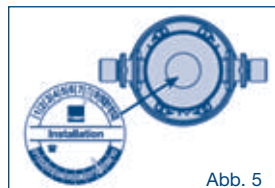

Abb. 5
6. Auf der beigelegten Einbauplakette das Datum (Monat/Jahr) der Installation kennzeichnen und auf den Filterkopf kleben (siehe Abb. 5)